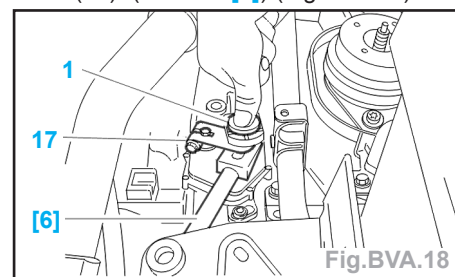

Fig. BVA.18
**Impératif :** pour clipper la rotule (1), mettre une butée sous le levier de sélection (17) (ex. outil [6]) (Fig. BVA.18).